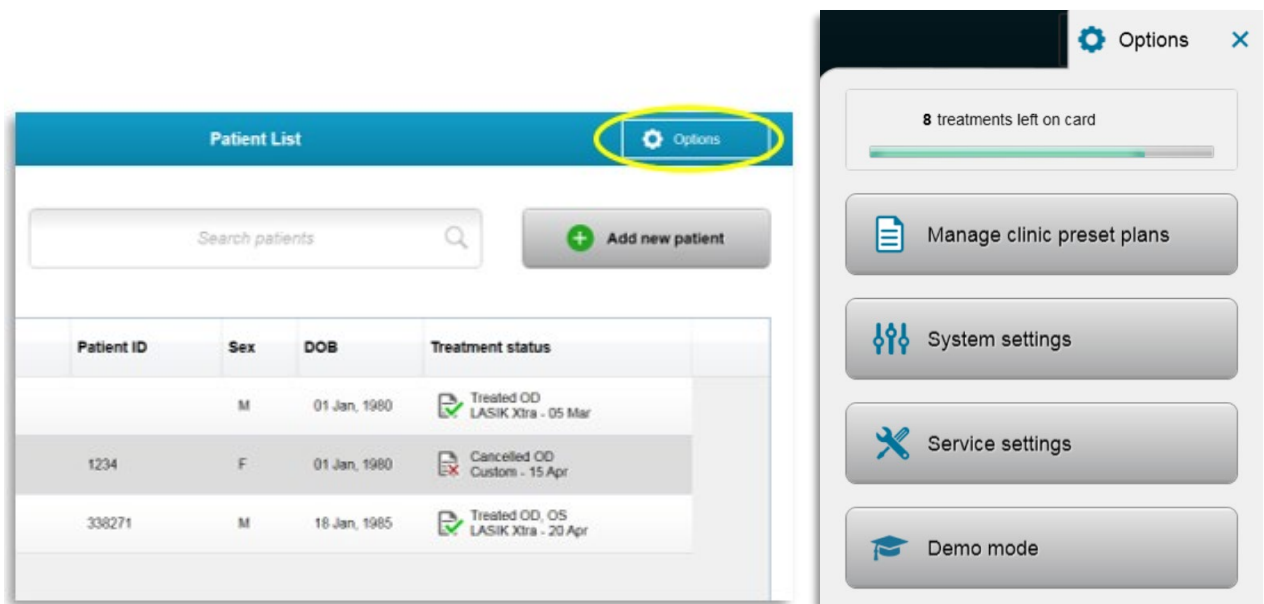

Figura 3-50. Pulse el botón Opciones (Options)
- o Desde la pantalla inicial "Lista de pacientes" (Patient List), pulse el botón "Opciones" (Options) para mostrar el menú de 4 opciones, como se muestra en la figura 3-50.